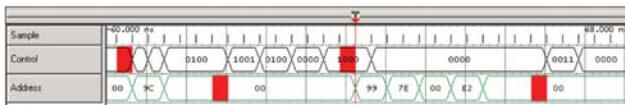
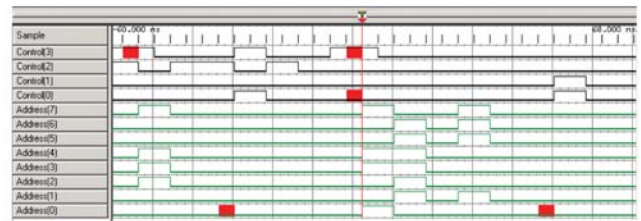

图 9. 取样点序列。控制总线和地址总线显示红色毛刺标记
图 10. 扩展的 4 位控制总线和 8 位地址总线。在单个信号上显示红色毛刺标记
逻辑分析仪的总线定时分析可一次性检查总线的所有信号线。如果逻辑分析仪在任何一个信号线中监测到毛刺，则会标记总线和时间位置。在图 9 中，顶部的波形是采样波形，显示了代表逻辑分析仪的深存储定时取样速率的取样点序列，取样速率最高为 2 GHz(500ps)。下面两个是总线波形 – 4 位控制总线和 8 位地址总线。出现在这两个总线波形中的红色毛刺标记说明在这些位置上的取样点之间有多个跃变。
现在重点查找问题的来源。使用逻辑分析仪的定时信号波形显示总线的各个信号线，并标记毛刺发生的位置。在图 10 中，逻辑分析仪已将控制总线扩展为四个单独的信号，并将地址总线扩展为八个单独的信号。图 9 中总线波形上的红色毛刺标记，现在显示为信号线 Control (3) 和 Control (0) 上的毛刺标记，以及信号线 Address (0) 上的两处毛刺。